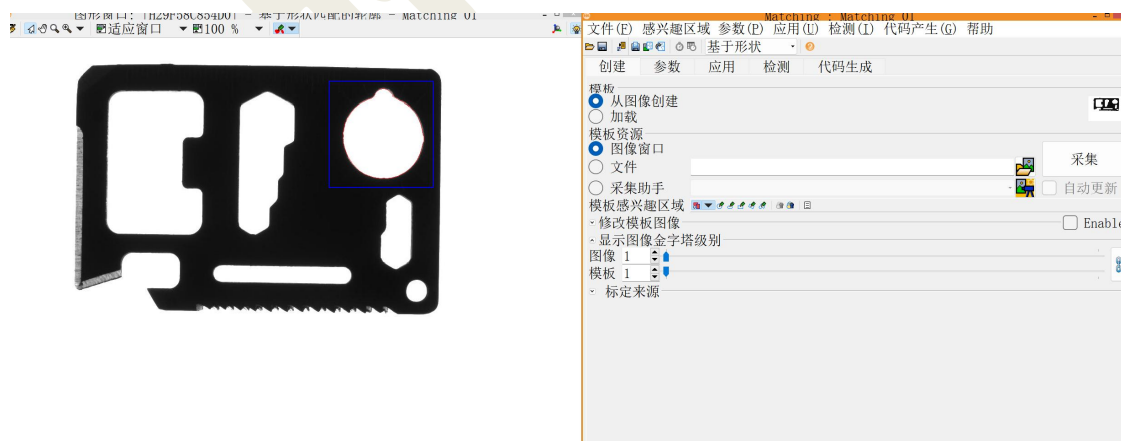

图 2-3 在匹配助手中选择 ROI
② 可以从图像中创建模板，也可以加载之前保存的模板。在“模板资源”中可以选择从“文件”选择图像所在路径，也可以选择“采集助手”连接相机，并拍摄图像，两种方式均可。然后从“模板感兴趣区域”中选择合适的图形工具，如圆形、椭圆形、矩形、多边形等，通常选择矩形，在图像中画出选区。选好后，右击确认并退出选择模式。如图 2-3。